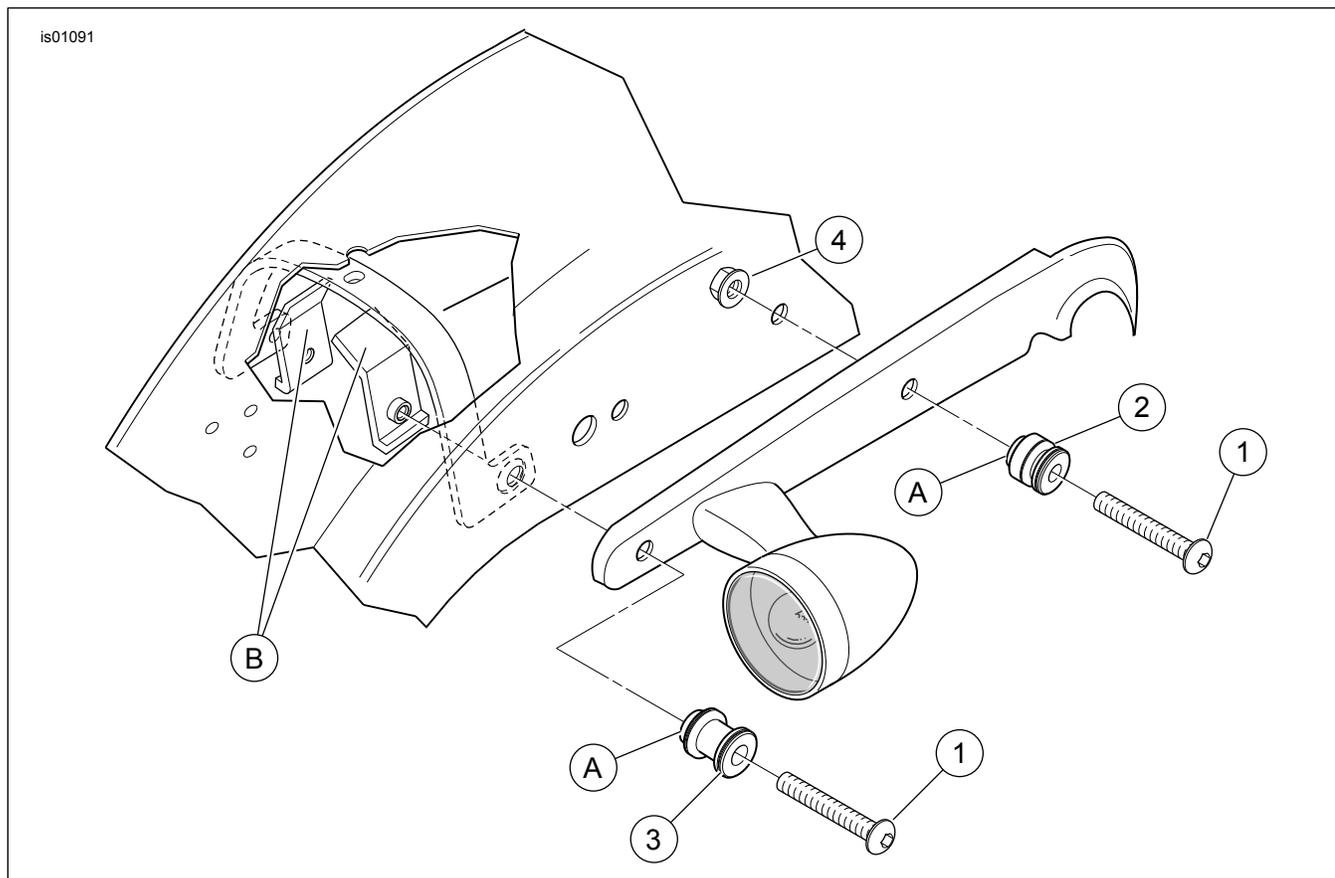

Figure 2. Pièces détachées : visserie d'ancrage
Voir Figure 2 et Tableau 1.
2. Retirer la vis (2) arrière et l'écrou rapide (4) du couvercle de support de garde-boue arrière. Jeter la vis mais conserver l'écrou rapide.
3. Voir Figure 2. Obtenir un galet d'ancrage avant (2), une vis (1) et un contre-écrou (4) du kit. Bien noter le collier de petit diamètre à une extrémité du galet d'ancrage. Placer le galet d'ancrage sur les filets de vis avec l'extrémité de collier éloignée de la tête de vis. Enduire les filets de vis de quelques gouttes de Loctite® 243 (bleu). Introduire la vis dans le trou de devant du support de garde-boue arrière en installant le collier sur le galet d'ancrage vers le trou. Visser un contre-écrou sur les filets de vis à partir du dessous du garde-boue. Serrer le contre-écrou à un couple de 20 N·m (15 ft-lbs).
4. Obtenir un galet d'ancrage arrière (3) et une vis (1) du kit, et l'écrou rapide retiré précédemment. Bien noter le collier de petit diamètre à une extrémité du galet d'ancrage. Placer le galet d'ancrage sur les filets de vis avec l'extrémité de collier éloignée de la tête de vis. Enduire les filets de vis de quelques gouttes de Loctite 243 (bleu). Introduire la vis dans le trou le plus en arrière du support de garde-boue arrière en installant le collier sur le galet d'ancrage vers le trou. Installer l'écrou rapide sur les filets de vis à partir du dessous du garde-boue. Serrer la vis à un couple de 20 N·m (15 ft-lbs).